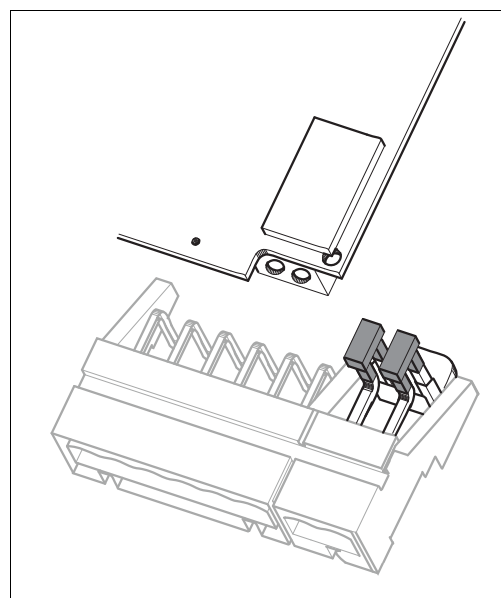

Fig. 30: Moduł wejścia pH w pokrywie obudowy ze zworkami do podłączenia czujników ISFET
6. Wpiąć zworki w sposób przedstawiony na Rys. 30.